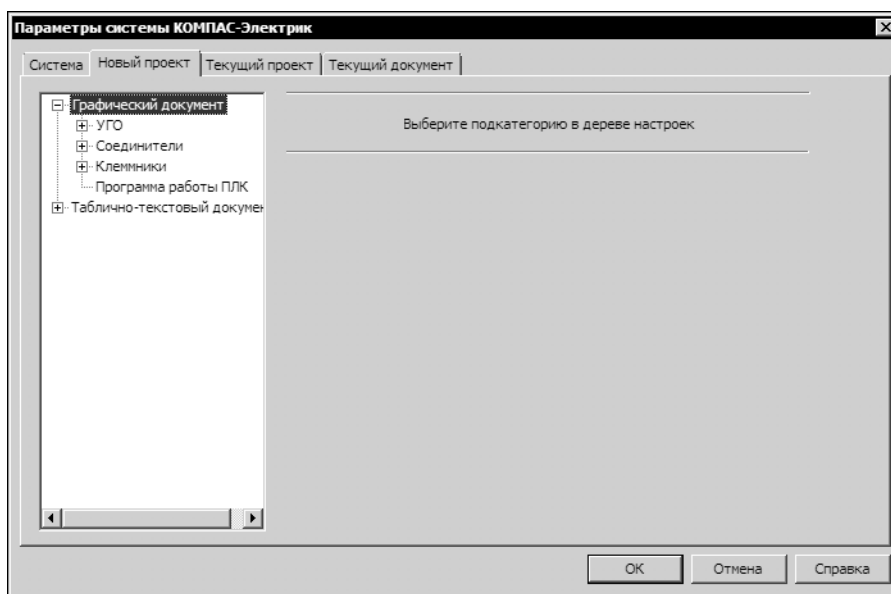

Рис. 19.1. Вкладка **Новый проект** диалога параметров системы
1. Все настройки выполняются в диалоге **Параметры системы** (рис. 19.1). Чтобы открыть этот диалог, вызовите команду **КОМПАС-Электрик — Параметры системы...**, или установите курсор на имя проекта и из контекстного меню вызовите команду **Параметры...**